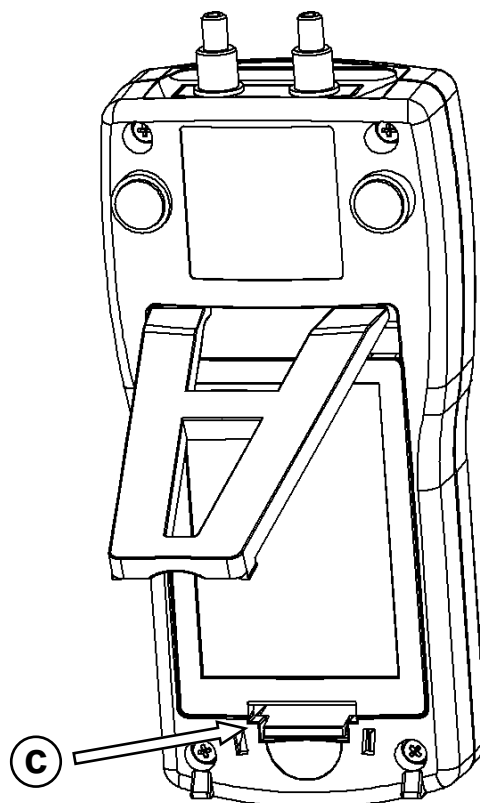

Fig. 2: Accesso vano pile
- Inserire le batterie in dotazione nell'apposito vano facendo attenzione alle polarità. Per togliere il coperchio del vano batterie si deve praticare una lieve pressione verso l'interno sulla leva plastica (c di fig. 2).